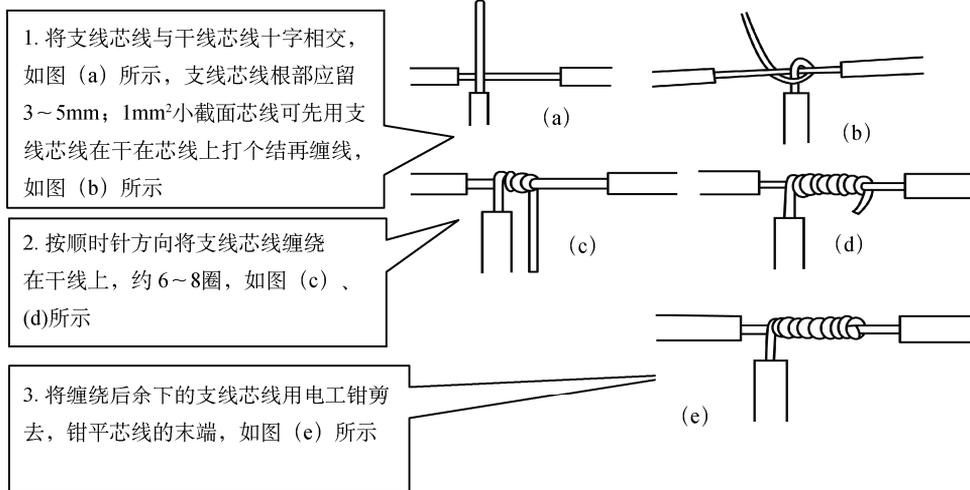

图 1-17 单股铜芯线的 T 形分支连接
(2) 单股铜芯线的 T 形分支连接，如图 1-17 所示。